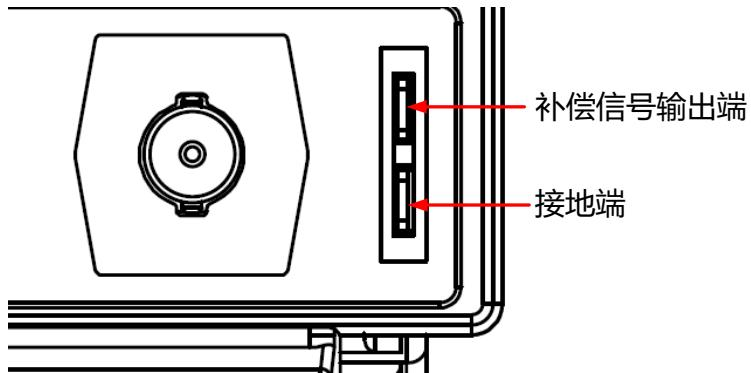

图 5.5 补偿信号
- 将探头的接地鳄鱼夹连接至图 5.5 所示的“接地端”。
- 使用探头连接示波器的通道 1 (CH1) 输入端和图 5.5 所示的“补偿信号输出端”。